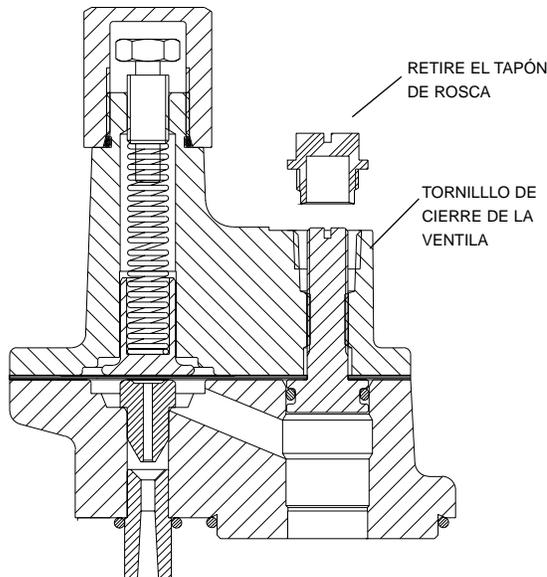

Figura 3.1 Cierre de la válvula de retención
- 2: Cierre la válvula de retención de la bomba girando el tornillo de cierre de la ventila tan bajo como le sea posible. (Vea la figura 3.1).